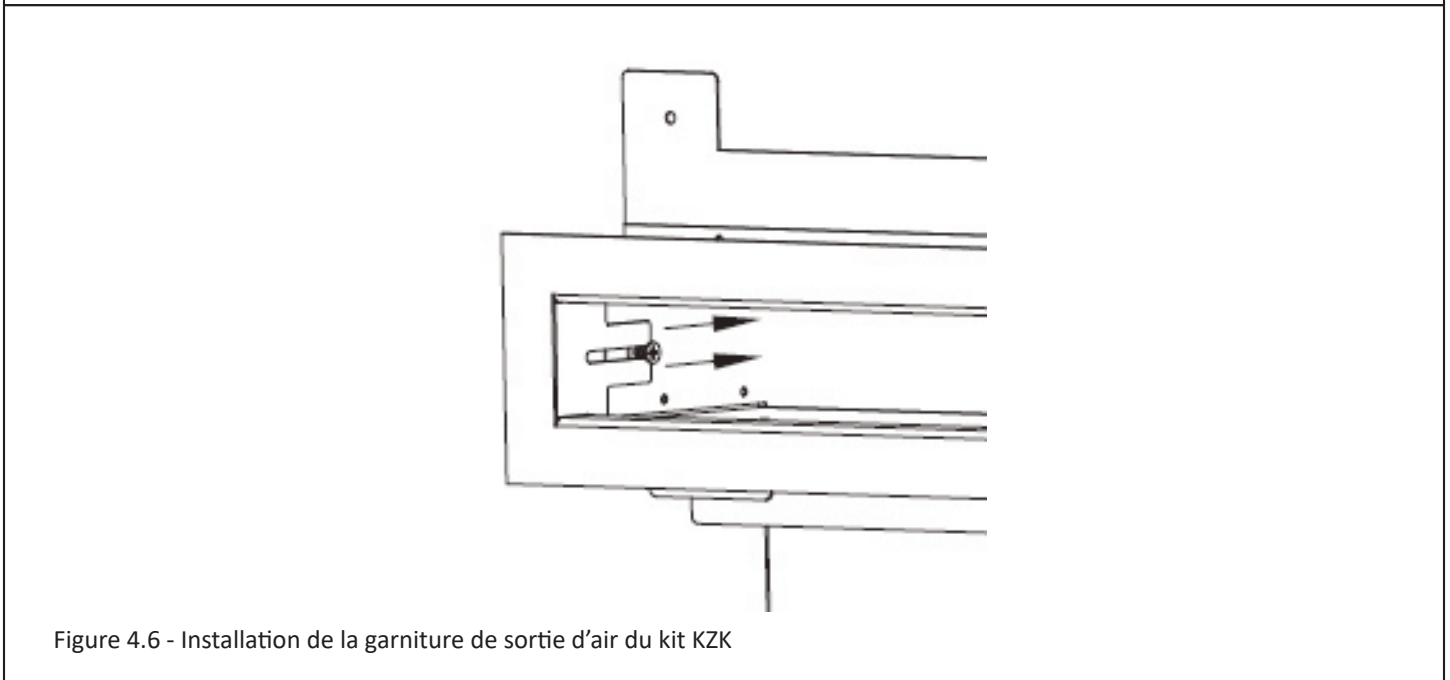

Figure 4.6 - Installation de la garniture de sortie d'air du kit KZK
9. Avec (2) vis, fixez la garniture de sortie d'air du plénum (fournie avec le kit). Voir la Figure 4.6.